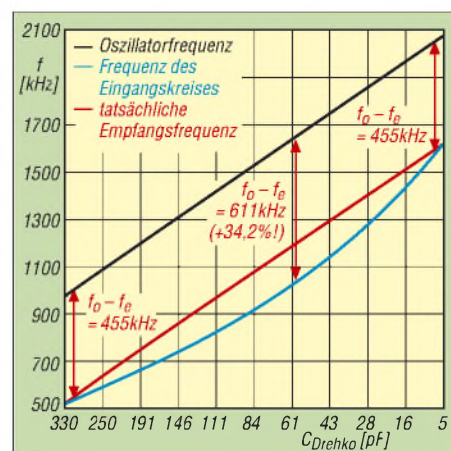

Bild 5: Ein Oszillatorkreis gemäß Bild 1 oder 2 führt zu hohem Gleichlauffehler in Bandmitte.
Dies in Gleichung (1) eingesetzt, ließe sich C_p bzw. C_s errechnen. Es ergeben sich $C_p = 87,7 \text{ pF}$ und $L_{osz} = 63,8 \text{ } \mu\text{H}$ bzw. (praktisch unrealisierbar) $C_s = 18,8 \text{ pF}$ und $L_{osz} = 1496 \text{ } \mu\text{H}$. Beide Schaltungsvarianten führen jedoch nur zu einem Zweipunktgleichlauf (nämlich für f_u und f_o). Bild 5 zeigt diesen für die Variante mit C_p , wir sehen bei $C_{Drehko} \approx 60 \text{ pF}$ eine drastische Abweichung von 34,2 %, bezogen auf f_z .